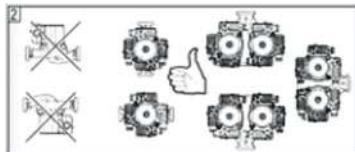

Рис. 2
- 5.** Монтаж производить таким образом, чтобы на насос не передавались механические напряжения от трубопроводов. Вал насоса должен располагаться горизонтально. Положение соблюдать, как указано на (рис.2);